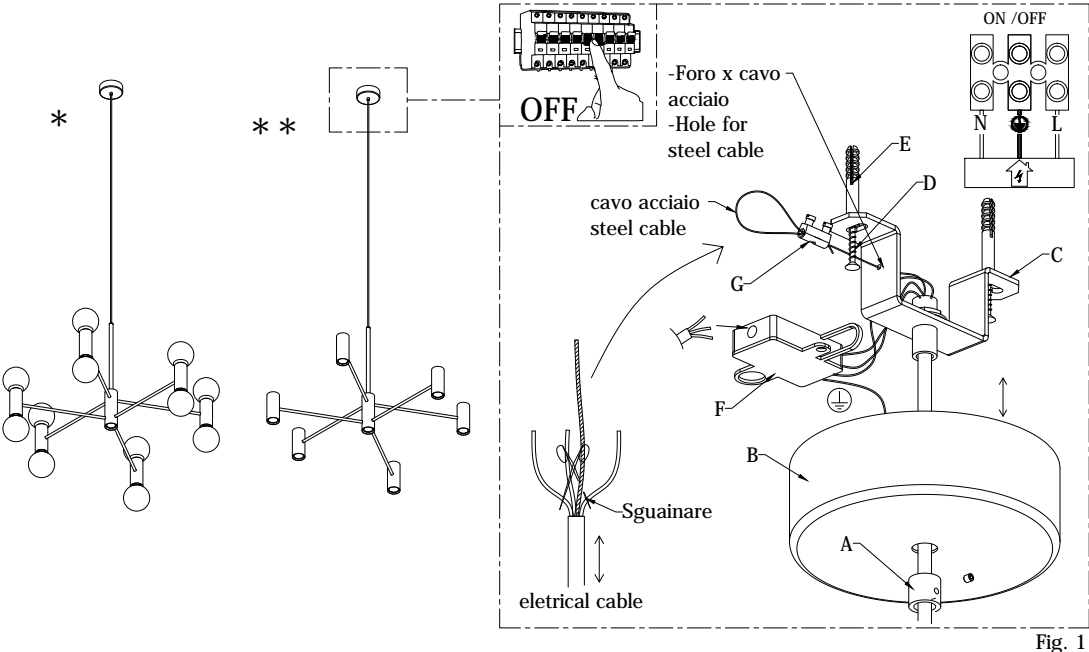

Fig. 1
- Svitare il particolare (A) e abbassare il rosone (B). (FIG. 1)
- Fissare la staffa (C) al soffitto mediante le viti (D) e i tasselli (E). (FIG. 1)
- Regolare la lunghezza del cavo elettrico sguainando e mantenendo integri i filamenti, attenzione al cavo in acciaio di sicurezza. (FIG. 1)
- Inserire il cavo in acciaio nel foro della staffa, e fissare il morsetto di sicurezza (G). (FIG. 1)
- Collegare i cavi di rete nel morsetto (F) rispettando le polarità, e richiudere la scatola. (FIG. 1)
- Unscrew the handle (A) and lower the canopy (B). (FIG. 1)
- Fix the bracket (C) with screw (D) and dowels (E) on the ceiling. (FIG. 1)
- Adjust the length of the electric cable by unsheathing and keeping the filaments intact, paying attention to the safety steel cable. (Fig. 1)
- Insert the steel cable into the hole in the bracket, and fix the safety clamp (G) (FIG. 1)
- Connect the network cables to terminal (F) according to the polarity, and close the box. (FIG. 1).